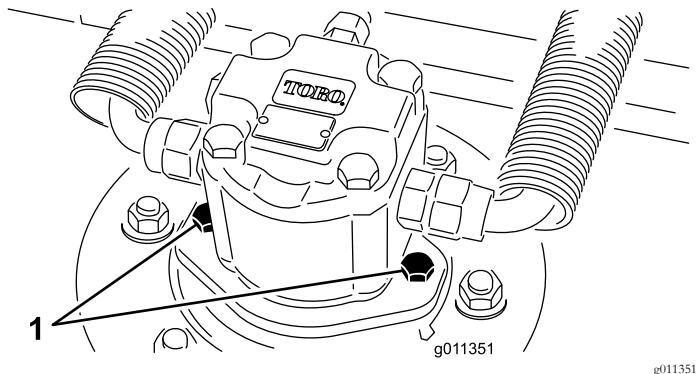

图71
2. 从刀盘中断开并取出液压马达(图71)。盖住锭轴的顶部防止污染。
3. 将液压马达安装到刀盘上(图71)。确保 O 形圈到位且没有受到损坏。